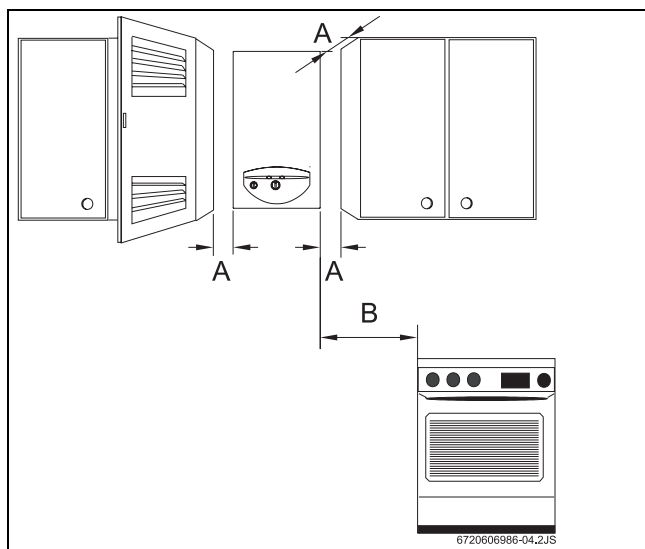

Fig. 13 Distances minimales
- Respecter les prescriptions minimales d'installations indiquées à la Fig. 13.
- Faciliter l'accès pour les travaux de maintenance en respectant les distances minimales indiquées à la Fig. 13.